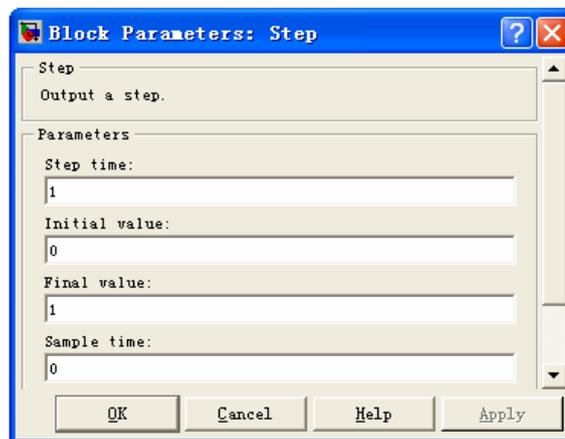

图 7.2.6 模块参数设置对话框
4、双击阶跃信号发生器，打开其属性设置对话框，并将其设置为单位阶跃信号，如图7.2.6所示，同理，将相加器设置为“+”，使传递函数的Numerator设置为“[10]”，Denominator设置为“[1 4.47 0]”；